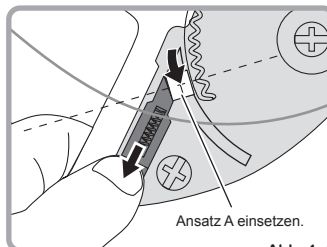

Abb. 4
- ② Setzen Sie den kleinen Ansatz A in die Rastung ein, indem Sie den Hebel nach unten ziehen. (Abb. 4)
- ③ Führen Sie dieselben Schritte auf der anderen Seite durch, um das Visier vollständig zu befestigen.